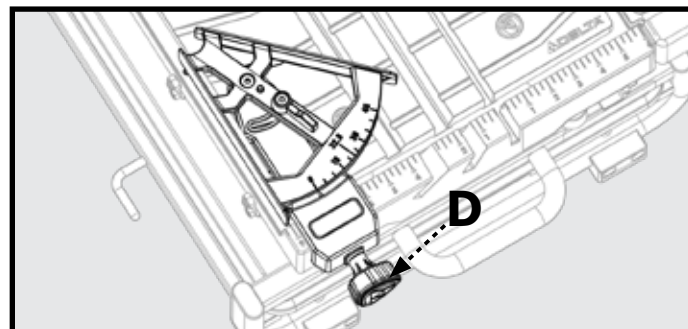

Figura 15
1. Sujete el calibrador de ingletes (3) colocándolo sobre el borde frontal de la mesa y ajústelo en su lugar usando la perilla de bloqueo de ingletes (D) como se muestra en la Figura 15.